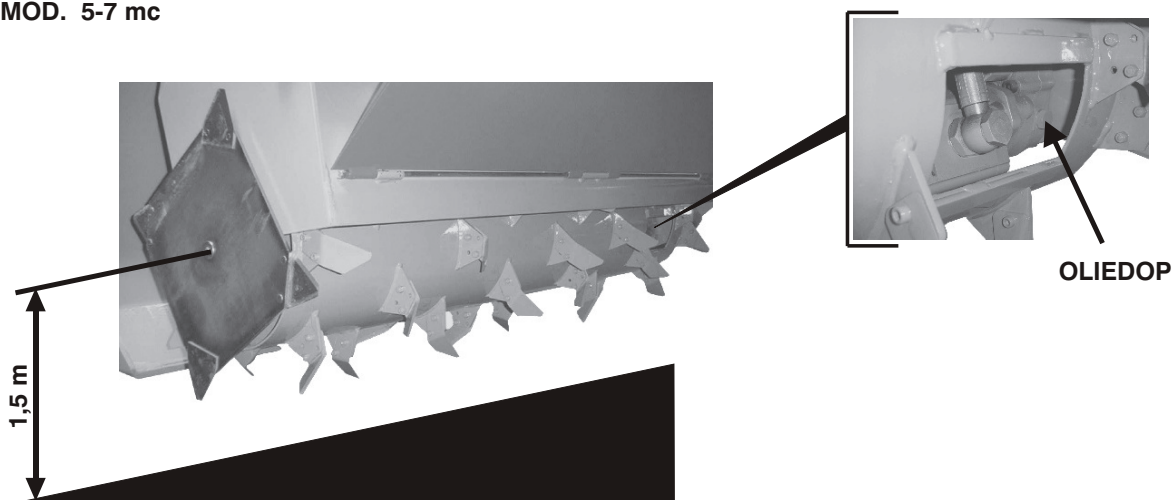

FIG. 4
**ATTENTIE:** Let op dat de schakelaar van het elek-trisch circui tijdens de werkfase is ingeschakeld en in de parkeerstand staat uitgeschakeld (Fig. 4 - Pag. 142 - Part.A).